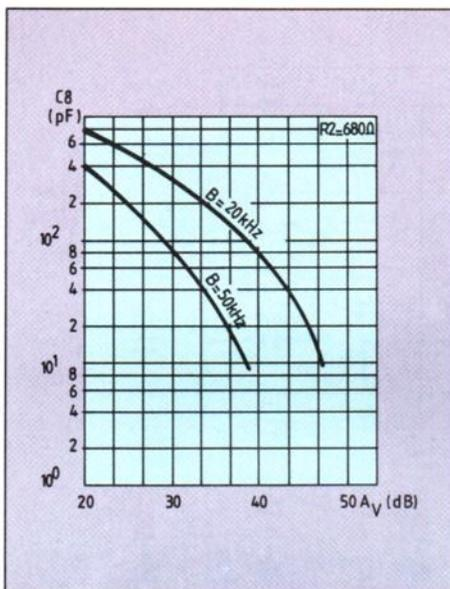

Fig. 2. - Graphique permettant de déterminer la valeur du condensateur  $C_8$  de la figure 1.
**Bande passante.** Elle est de 150 kHz, dans les conditions normales d'utilisation. Pour éviter l'amplification de signaux ou perturbations provoquant, pour le moins, une consommation inutile d'alimentation, on peut la limiter par les éléments dessinés en pointillé, R5 et C8. La valeur de R5 doit être approximativement le triple de R2. Celle de C8 est indiquée par le graphique de la figure 2, en fonction du gain en tension et de la largeur de bande.